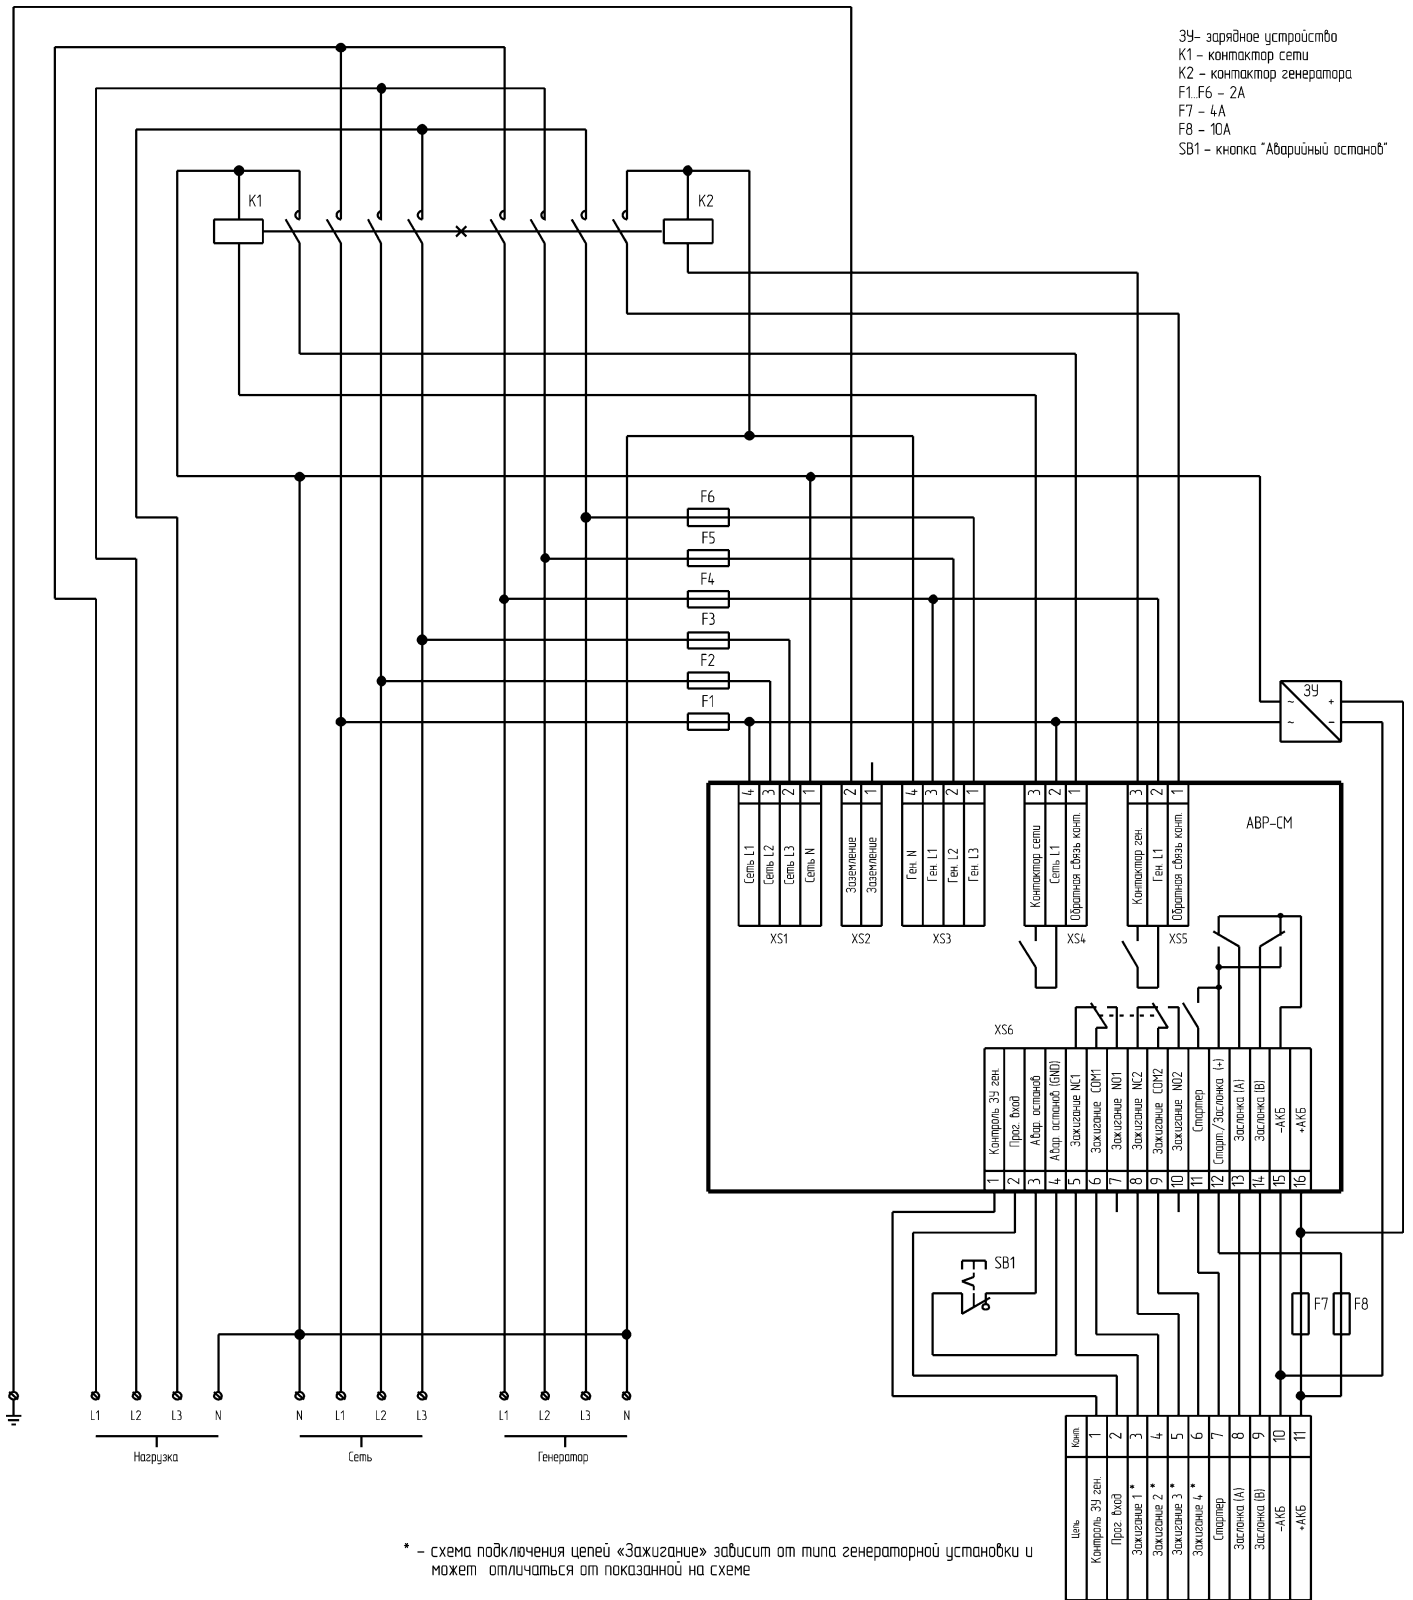

Рис. 6.2. Схема подключения АВР-СМ для конфигурации АВР33 с общим нейтральным проводом
6.2.1 Разъёмы XS1 - XS7 для подключения контроллера расположены с двух сторон корпуса контроллера (рис. 6.1). Назначение контактов разъёмов представлено в табл. 6.1 - 6.7. Подключение внешних электрических цепей к контроллеру осуществляется согласно рекомендуемым схемам подключения (рис. 6.2 - 6.4). Обязательно при подключении используйте предохранители, указанные на схемах. Подключения к разъёмам XS1 - XS5 обязательно должны выполняться отдельными кабелями. Для нормальной работы функции контроля обрыва нейтрального провода должно быть подключено заземление к разъёму XS2. **Подключение заземления к разъёму XS2 не выполняет функции электробезопасности!**